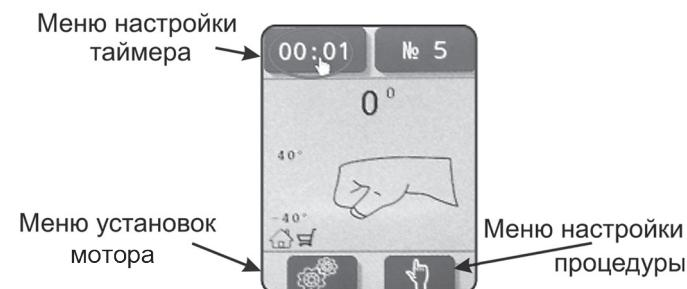
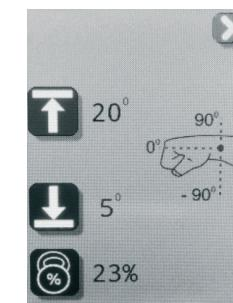

Рисунок 5.4 – Дисплей режима готовности
Рисунок 5.5 – Дисплей режима установок параметров мотора
5.2 Дисплей режима готовности (см. рис. 5.4):
- 5.3. Дисплей режима установок параметров механизма (см. рис. 5.5):
- Подключите вилку сетевого кабеля (7) в розетку переменного тока 220В 50Гц с заземляющим контактом.
- Включите Аппарат с помощью выключателя «СЕТЬ» (6). После включения Аппарата слышен звуковой сигнал, на дисплее появляется логотип производителя.
- По окончании загрузки на дисплее отображается дисплей режима готовности (см. рис. 5.4).
После однократного нажатия любой кнопки Аппарат перейдет в режим «Пауза», о чем сообщает мигающая в зоне В пульта управления иконка . В данном режиме дисплей переходит в состояние и выбор меню (см. рис. 5.4): иконки панели становятся активными и появляется возможность оперативно изменить (корректировать) режим работы аппарата.
Задание амплитуды движения (углов разгибания (супинации, девиации)/сгибания (пронации, девиации)) Амплитуда движения это рабочий диапазон, внутри которого происходит движение исполнительных механизмов каждого двигателя. Настраиваются крайние положения. Минимальные и максимальные значения индивидуальны для каждого пациента и режима работы. Шаг настройки - 1°. Настройка амплитуды может осуществляться двумя способами: 1. Аппарат находится в стационарном состоянии. Пользователь знает требуемый диапазон. 1.1. Для задания амплитуды движения для мотора необходимо зайти в меню установок мотора (рис.5.4). 1.2. С помощью кнопок , перевести курсор на символ и нажать кнопку (рис. 5.5). Задать требуемое верхнее значение диапазона для мотора (для увеличения угла нажмите кнопку , для уменьшения). 1.3. Нажать кнопку для подтверждения заданного значения и выхода из меню задания верхнего значения диапазона. 1.4. С помощью кнопок , перевести курсор на символ и нажать кнопку (рис. 5.5). Задать требуемое нижнее значение диапазона для мотора. 1.5. Нажать кнопку для подтверждения заданного значения и выхода из меню задания нижнего значения диапазона. 1.6. С помощью кнопок , перевести курсор на символ , нажать на кнопку и выйти из меню настроек мотора. 2. Первичная настройка под пациента, выбор допустимых углов (активный поиск угла) Задание угла осуществляется последовательным движением в выбранную точку. ВНИМАНИЕ! Для первичной настройки под пациента (задания амплитуды движения механизмов А и В) необходимо пациента разместить на аппарате и выполнить подстройку в соответствии с разделами 7.1-7.3 настоящего руководства. Для задания амплитуды движения необходимо: 2.1. Зайти в меню установок мотора (рис.5.4). 2.2. С помощью кнопок , перевести курсор на символ и нажать кнопку (рис. 5.5). Одновременно с удержанием кнопки , кнопками или , выставить верхнее значение диапазона, которое не будет вызывать болевых ощущений в суставе у пациента. 2.3. Нажать кнопку для подтверждения заданного значения и выхода из меню задания верхнего значения диапазона. На экране около символа появится записанное значение. 2.4. С помощью кнопок , перевести курсор на символ и нажать кнопку (рис. 5.5). Одновременно с удержанием кнопки , кнопками или выставить нижнее значение диапазона, которое не будет вызывать болевых ощущений в суставе у пациента.